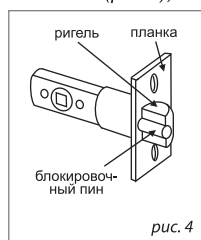

рис. 4
- 4.4. **Установка ответной планки.** Прикройте дверь и разметьте место под ответную планку (3), она должна находиться на одной высоте с защелкой дверной (2). Сделайте углубление в дверном коробе так, чтобы после установки поверхность ответной планки находилась на одном уровне с поверхностью дверного короба. Просверлите отверстие под ригель защелки дверной (2), или стамеской выберите место под пластиковую накладку (7) (рис. 5). Ригель дверной защелки должен входить на всю длину в ответную планку (3). Блокировочный пин (рис. 6) (только в модели с индексом 01) не должен входить в ответную планку, он остается частично утопленным в тело защелки дверной (2), что позволит избежать отжима ригеля тонким предметом. Закрепите ответную планку шурупами (6), входящими в комплект (рис. 4);